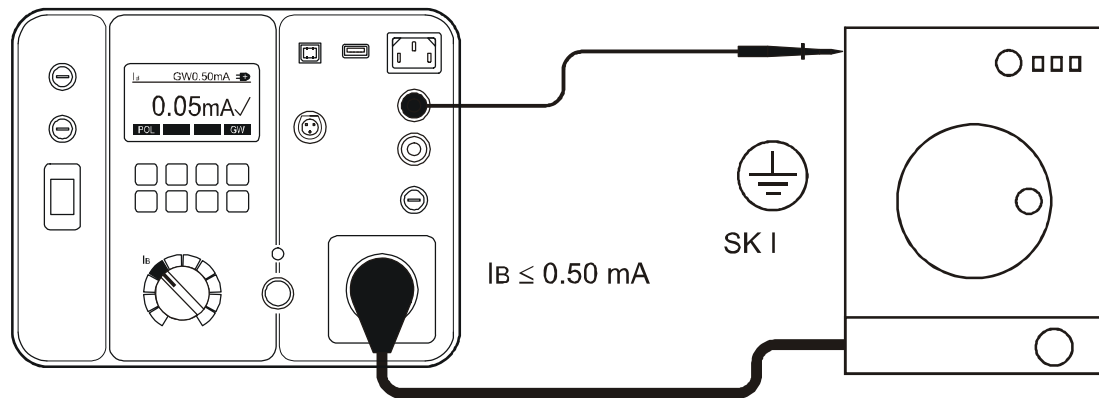

Abb. 18: Anschluss für die Berührungsstrommessung bei einem Prüfling der Schutzklasse I
- Verbinden Sie den Prüfling und die Messleitung entsprechend der Abbildung 18 oder 19.